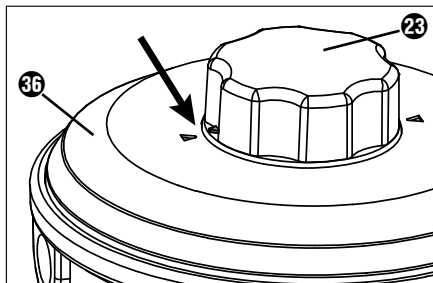

Fig. 1
- 1) Asigurați-vă că cele două săgeți de pe capac ④⑤ și de pe butonul rotativ ④③ al bobinei cu fir ⑫ sunt îndreptate una spre cealaltă (a se vedea fig. 1).